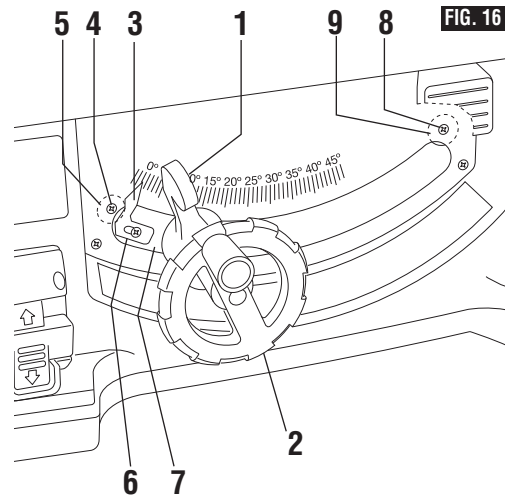

FIG. 16
1. Tournant le volant de réglage de la hauteur **2** dans le sens des aiguilles d'une montre et élevez la lame à la hauteur maximum (Fig. 16).
2. Desserrez la poignée de verrouillage de l'inclinaison de la lame **1** et poussez le volant de réglage de la hauteur **2** aussi loin que possible vers la gauche, puis serrez la poignée de verrouillage de l'inclinaison de la lame **1** (Fig. 16).